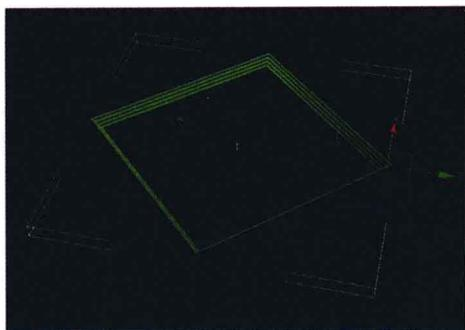

图 1-5
4. 在【车削命令参数面板】中，将【Segments】（线数）设置为 4，表示 4 个边，将【Direction】设置为【Y 轴】，并将【Align】（对齐）方式改为【Max】（最大）方式，按下键盘数字“1”键，进入【车削】的次级修改层，用【移动】工具框选场景中的物体，沿 Y 轴向左边移动，得到相框效果。如果相框太厚，退出车削的修改层级后，选择【缩放】工具，在【Left】（左）视图中，沿 Y 轴向下缩放，使其变薄，最后效果如图 1-5 所示。